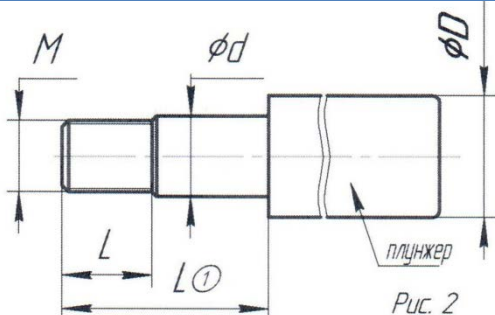

Рис. 2
2. Снять размеры с хвостовика плунжера демонтированного гидроцилиндра (рис.2).